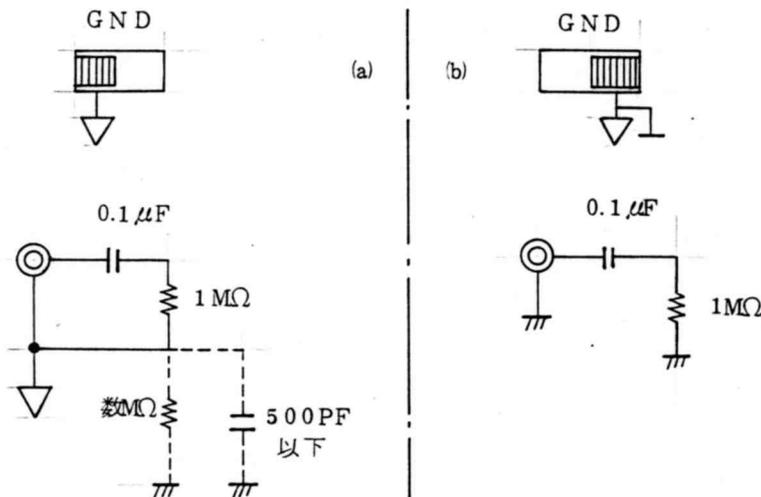

図4-9 GNDスイッチの効果(不平衡入力)
1. GNDスイッチを▽印の側にします。(図4-9の(a)の状態)